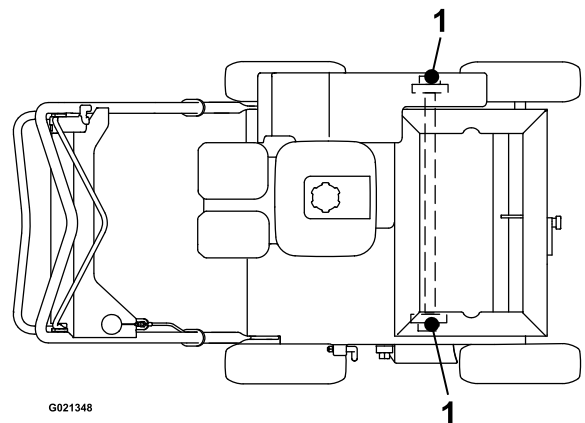

Bild 16
3. Schmieren Sie die Schmiernippel (Bild 16) mit 1 oder 2 Pumpstößen Mehrzweckfett in der NLGI-Güte Nr. 2.